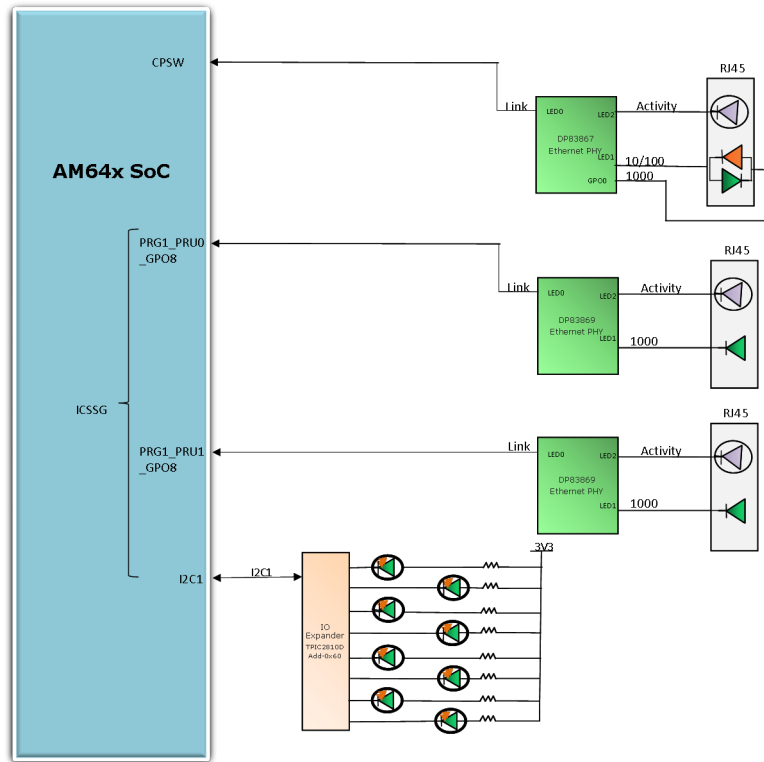

图 2-24. AM64x/AM243x EVM 以太网接口 LED
**LED\_1** : 默认情况下, 此引脚指示 1000BASE-T 链路已建立。可使用 **strap** 配置电阻器将此设置改为自动协商 10/100Mbps。其他功能可通过 DP83867 器件中的 LEDCR1[7:4] 寄存器位和 DP83869 器件中的 LEDS\_CFG1[7:4] 寄存器位进行配置。LED\_1 也是 **strap** 配置引脚, 具有内部下拉电阻, 用于在 DP83867 器件中设置 RGMII TX 时钟偏差并在 DP83869 器件中选择自动协商模式。由于此引脚在两个器件上均设为有效, 如果直接驱动 LED, 会导致 LED 照明变暗。因此使用 MOSFET 来驱动 LED, 如图 2-24 所示。
**GPIO1** : 在 DP83867 PHY 中, 可通过 GPIO 多路复用器控制寄存器 1 (GPIO\_MUX\_CTRL1) 将 GPIO 配置为发挥 LED3 的功能, 并可通过对 LEDCR1 寄存器进行编程来设置 LED 配置。这也是一个 **strap** 配置引脚, 用于设置快速链路丢失 (FDP), 当前为禁用状态。在 DP83869 PHY 中, 可通过 GPIO 多路复用器控制寄存器 (GPIO\_MUX\_CTRL) 将 GPIO 配置为发挥 LED\_GPIO(3) 的功能, 并可通过对 LEDS\_CFG1 寄存器进行编程来设置 LED 配置。这也是一个 **strap** 配置引脚, 用于在启动时选择 RGMII 转铜缆模式。这可以通过使用 MDC & MDIO 引脚更新 GEN\_CFG1 寄存器 - 0x9 来更改为 MII 模式 (使用 MII 模式时, 必须禁用千兆位以太网广播功能, 因为 PHY 无法建立速度高达 1000Mbps 的链路)
该 EVM 卡具有多个 LED 来指示以太网链路、以太网活动和设置的以太网速度。图 2-24 展示了用于指示 ICSSG PRG1 以太网活动和 CPSW 以太网活动的 LED。另外还有八个 LED 连接到 IO 扩展器，该扩展器由 SoC 通过 I2C1 端口进行控制。这八个 LED 可根据用户应用进行切换。